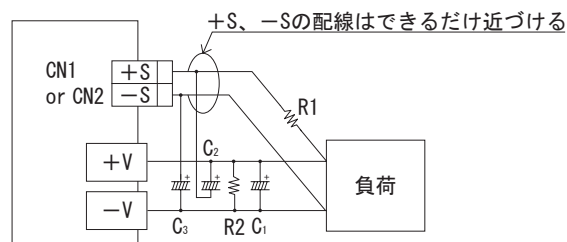

図2.4 リモートセンシングを使用する場合
- リモートセンシングを使用する場合の結線を図2.4に示します。
- ①負荷線に接触不良（ねじのゆるみなど）が生じると、センシング線に負荷電流が流れ、電源内部回路が故障することがありますので結線には充分注意してください。
- ②電源から負荷までの配線は、充分余裕のある太い電線を使用し、ラインドロップは0.3V 以下でご使用ください。
- ③センシング線は、ツイストペア線またはシールド線を使用してください。
- ④+S、-S 端子から電流を取り出さないでください。
- ⑤配線や負荷のインピーダンスによって、電源出力電圧に発振波形が発生したり、出力電圧の変動が大きくなることがあります。センシング使用時には、評価確認の上ご使用ください。出力電圧が不安定になった場合、以下の方法が有効です。
- ⑥パルス負荷時、周波数によっては保護回路が動作する場合があります。保護回路が動作する場合は、以下の方法が有効です。